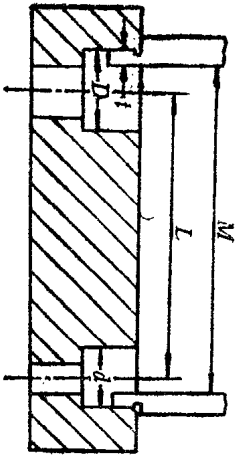

图 2-6
1. 如图 2-6 所示，用游标卡尺测得尺寸读数 L 为 100.04mm ，卡尺每个量爪宽度 t 为 5mm ，两孔直径分别是 $D = 24.04\text{mm}$ ， $d = 15.96\text{mm}$ ，求两孔中心距 L 。